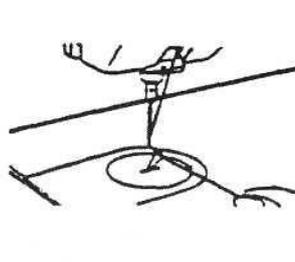

Рисунок 15
#### **11. Блокировка прибора для линейной строчки (см. рисунок 15)**
2. Попробуйте держать твердо конец верхней нити, поверните колесо вручную в наиболее удобном, на ваш собственный взгляд, направлении, и нижняя нить высунется из отверстия пластинки для иглы (см. рисунок 15).